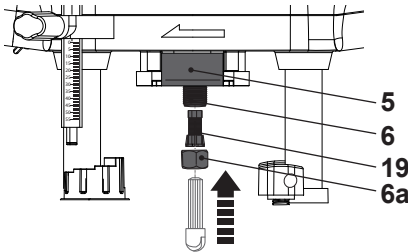

Fig. 4
- > Comprove que as pinças de sujeição (19) são adequadas para a ferramenta de fresagem selecionada. Caso contrário, retire a porca de fixação (6 a) e as pinças de sujeição (19) do porta-ferramentas (6). Insira umas pinças de sujeição adequadas (19) e volte a colocar a porca de fixação (6a) (Fig. 4).
- > Insira a ferramenta de fresagem nas pinças de sujeição (19) até à marcação "K" na haste. Se não houver uma marca, insira a haste pelo menos 20 mm para dentro das pinças (19) (Fig. 4).